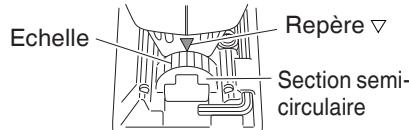

Fig. 17
- (2) Aligner l'échelle (de 0 degré à 45 degrés par incrément de 15 degrés) de la section semi-circulaire de la base sur le repère [▽] du couvercle du réducteur. (Fig. 17)